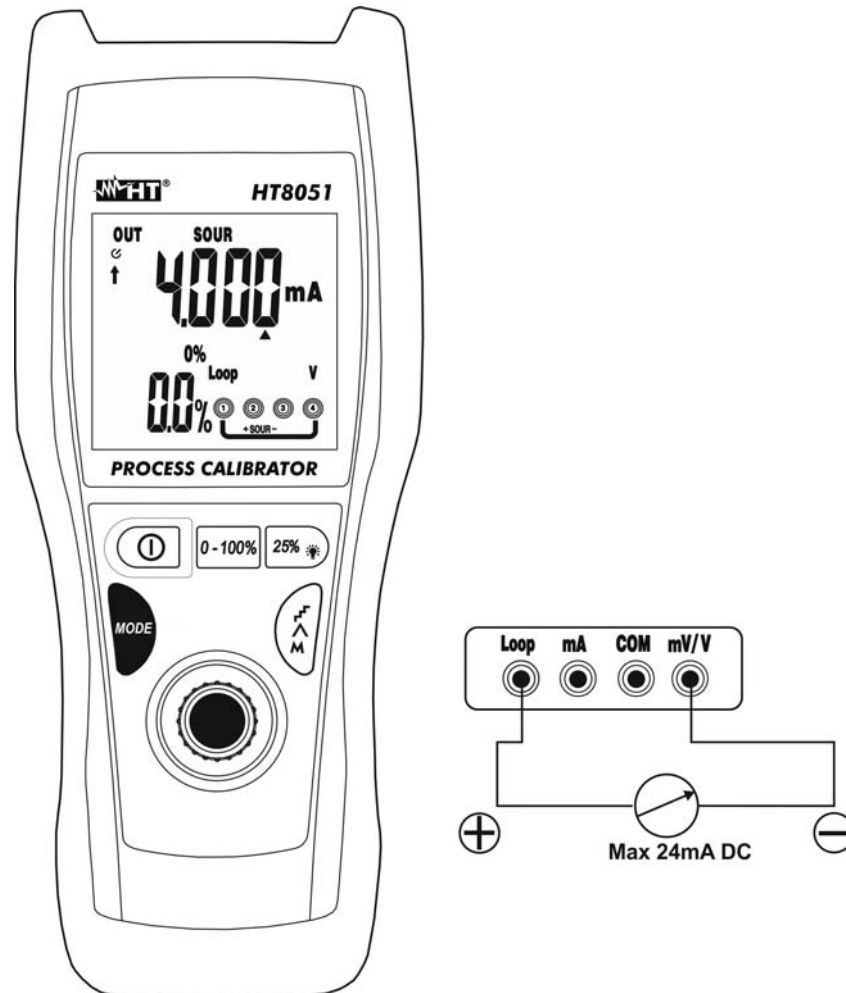

Fig. 6 : Génération de Courant DC
5. Positionner l'embout vert et l'embout noir respectivement dans les points à potentiel positif et négatif du dispositif externe qui doit recevoir l'alimentation (voir Fig. 6).
6. Pour la génération de la valeur négative de courant, tourner les embouts de mesure dans le sens inverse par rapport à la connexion de Fig. 6.